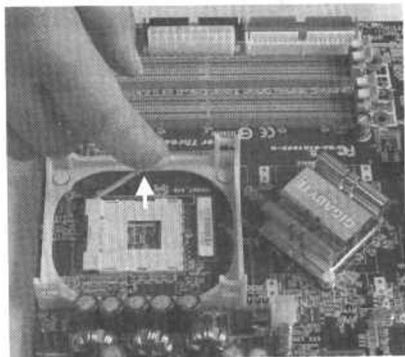

图 1-9 将 CPU 插槽的手柄拉起
- ❷ 将 CPU 插槽旁边的手柄轻轻地拉起, 在拉起的时候要稍向外用力, 如图 1-9 所示。